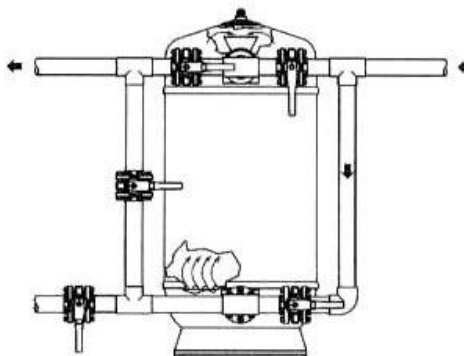

Рис. 5
7.2 ПРОМЫВКИ ФИЛЬТРА ОБРАТНЫМ ПОТОКОМ ВОДЫ (рис. 5)